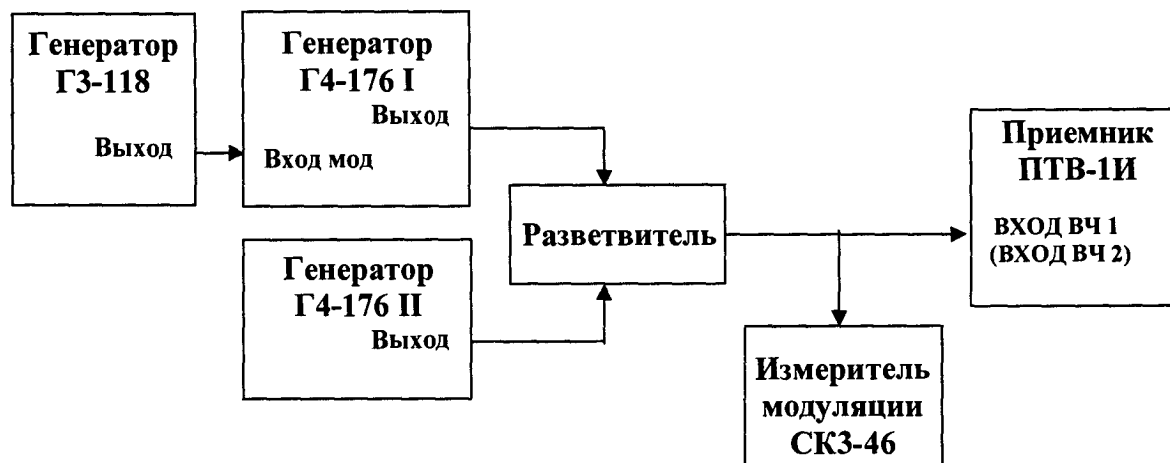

Рис.2.6
2.4.4.12 Проверьте диапазон и погрешность измерения девиации частоты канала звукового сопровождения в следующей последовательности: Соберите схему измерений, приведенную на рис. 2.6.